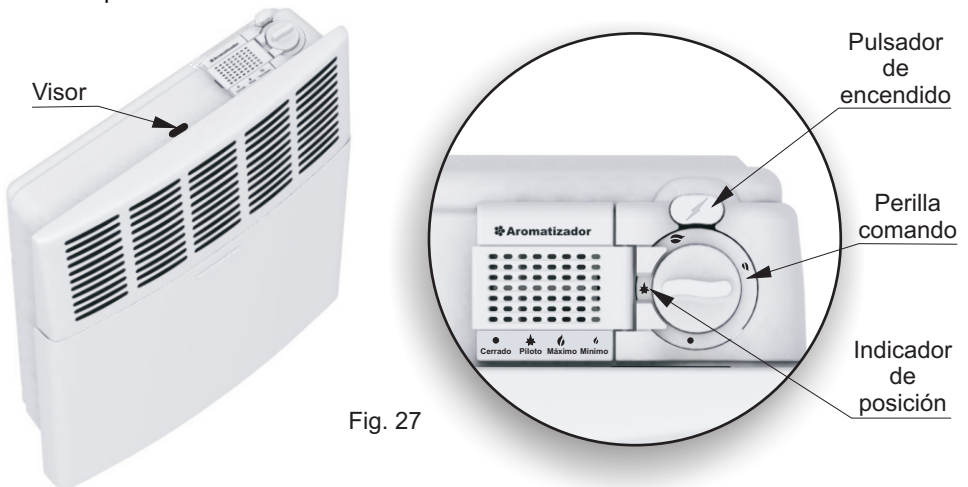

Fig. 27
- Presione a fondo la Perilla de Comando (fig.27) en la posición ● (Cerrado) y gírela hasta que el símbolo ★ (Piloto) quede alineado con el indicador de posición (fig.27).
- Presione a fondo la Perilla de Comando (fig.27) en la posición ● (Cerrado) y gírela hasta que el símbolo ★ (Piloto) quede alineado con el indicador de posición (fig. 27).